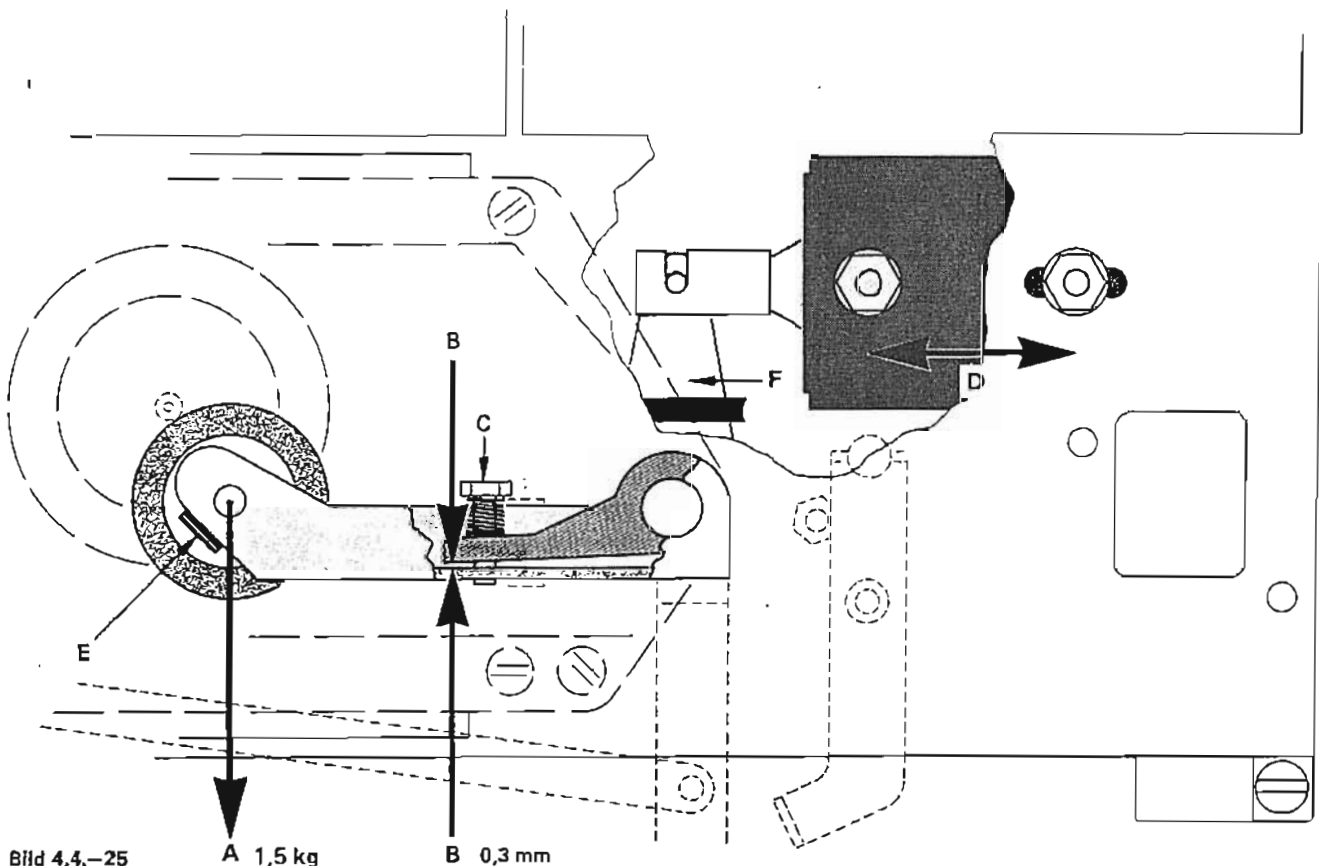

Bild 4.4.-25
- Andruckrollenachse von oben am Einstich halten und Bolzensicherung E ( Bild 4.4.-25. ) seitlich wegziehen.
Nach dem Auswechseln des Andruckarmes ist eine Neueinstellung gegenüber dem Hebel F ( Bild 4.4.-25 ) erforderlich. Wenn der Hebel am Anschlag steht ( Magnetanker ausgefahren ), soll die Distanz zwischen Tonwelle und Andruckrolle 10 mm betragen.